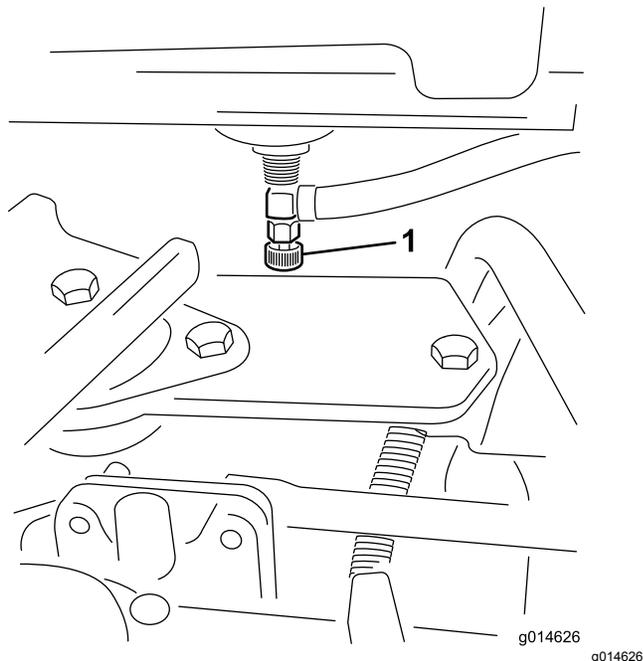

Рисунок 35
1. Закройте отсекающий топливный клапан, расположенный под топливным баком (Рисунок 35).